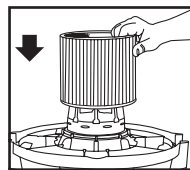

FIGURE 8
14. Alors que le couvercle du réservoir est renversé, glissez la cartouche filtrante vers le bas, sur le support de couvercle, et poussez jusqu'à ce que les joints du filtre reposent contre couvercle. **FIGURE 8**.